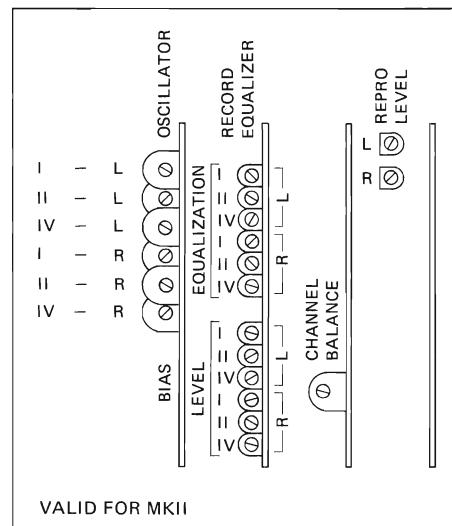

Fig. 5.3
- Mit dem Trimmsteller CHANNEL BALANCE (Fig. 5.3) den rechten Kanal auf den gleichen Pegel einstellen.
- Adjust right-hand channel to identical level with the aid of CHANNEL BALANCE trimmer potentiometer (Fig. 5.3).
- Réglez le canal droit au même niveau grâce au trimmer CHANNEL BALANCE (fig. 5.3).
- Ajustez le trimmer PEAK METER CALIBRATION (fig. 5.3) pour les deux canaux de façon à ce que les deux segments situés à gauche du symbole DOLBY (0 dB) s'allument à peine.
- Wiedergabepegel mit den Trimpotentiometern REPRO LEVEL L und R so einstellen, dass am LINE OUTPUT +2 dBu (0,97 V) ansteht (Fig. 5.3).
- Adjust reproduce level with trimmer potentiometers REPRO LEVEL L and R in such a manner that +2 dBu (0.97) V is available at the LINE OUTPUT (Fig. 5.3).